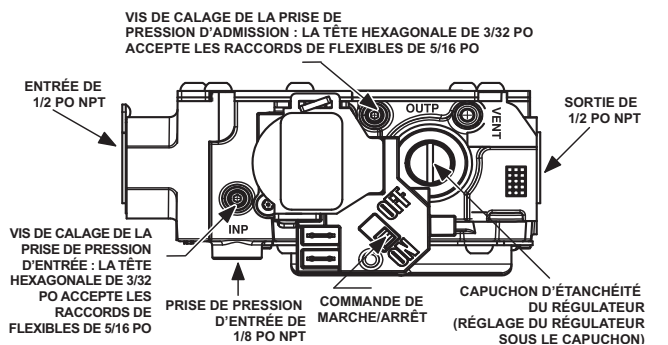

Fig. 64 – Soupape de gaz avec orifices de pression
1. Réglez la pression d'admission de façon à obtenir le débit d'entrée de gaz approprié. Consultez la Fig. 64.
- e. Réglez l'interrupteur de la soupape de gaz en position de marche (ON).
- h. Retirez le capuchon de réglage du régulateur de pression de la soupape de gaz et tournez) et tournez la vis de réglage (tournevis à bout plat de 3/16 po ou plus petit) dans le sens antihoraire (vers l'extérieur) pour diminuer le débit d'admission, ou dans le sens horaire (vers l'intérieur) pour l'augmenter. Voir la Fig. 64.